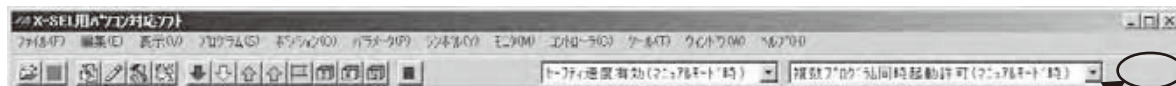
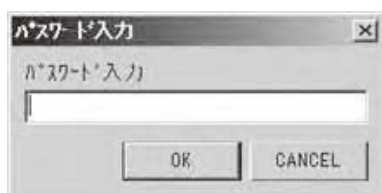

図 8.19 メニューバー
図 8.20 パスワード入力画面
- (1) ツールバーの空白部（図 8.19 参照）を Ctrl ボタンを押しながらクリックすると、図 8.20 のようなパスワード入力画面が表示されます。